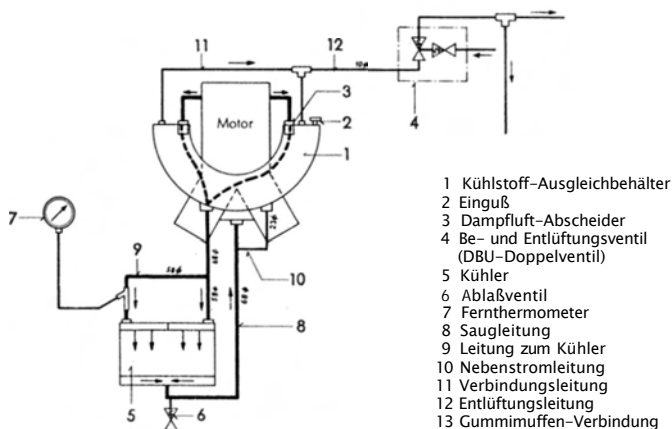

Abb. 20 Schaltplan der Kühlstoffanlage (8700 7133)
Der Kühlstoffumlauf (Abb. 20 und 21) erfolgt in einem geschlossenen Kühlkreislauf. Der aus dem Motor kommende erhitzte Kühlstoff wird über zwei am Kurbelgehäuse rechts und links angeflanschte Kühlstoffführungen in den Ausgleichbehälter (1) geführt, der das vordere Motorende hufeisenförmig umschließt. Aus dem Ausgleichbehälter tritt der Kühlstoff über einen Abzweig und zwei Rohrleitungen (9) in den Kühler (5) ein und wird an dessen tiefstem Punkt über eine Rohrleitung (8) von der Kühlstoffpumpe wieder angesaugt. Die Verbindung der Vorratsmenge im Ausgleichbehälter mit dem umlaufenden Kühlstrom wird durch eine besondere Nebenstromleitung (10) hergestellt, die so gelegt ist, daß der Kühler im Oberdruckgebiet liegt und Aufdampfen an der Saugseite der Pumpe weitgehendst vermieden wird.